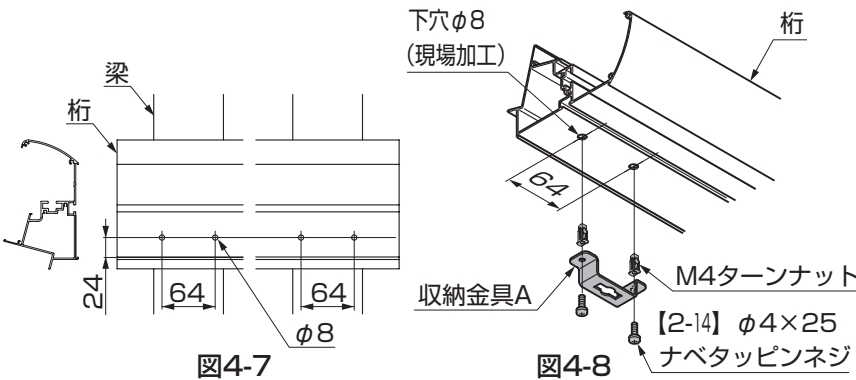

図4-7
- ①柱の基礎の上方で、桁にφ8の穴をあけてください。(図4-7参照)